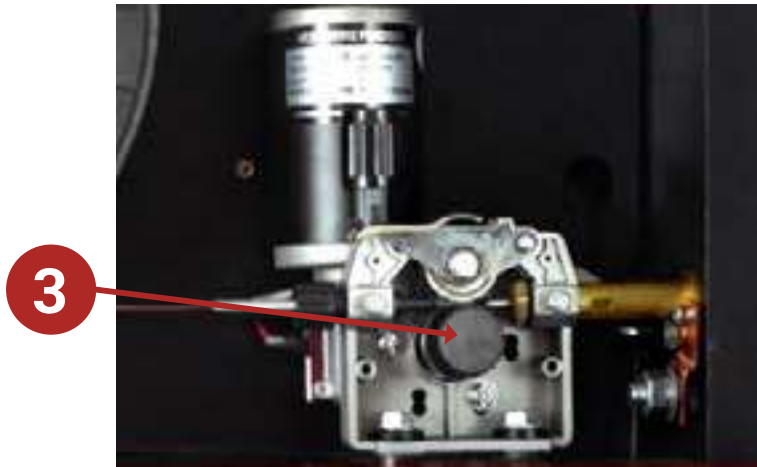

Fig. 2
- » Alinhe a roldana e aperte o parafuso da roldana, Peça 3, Fig. 2;